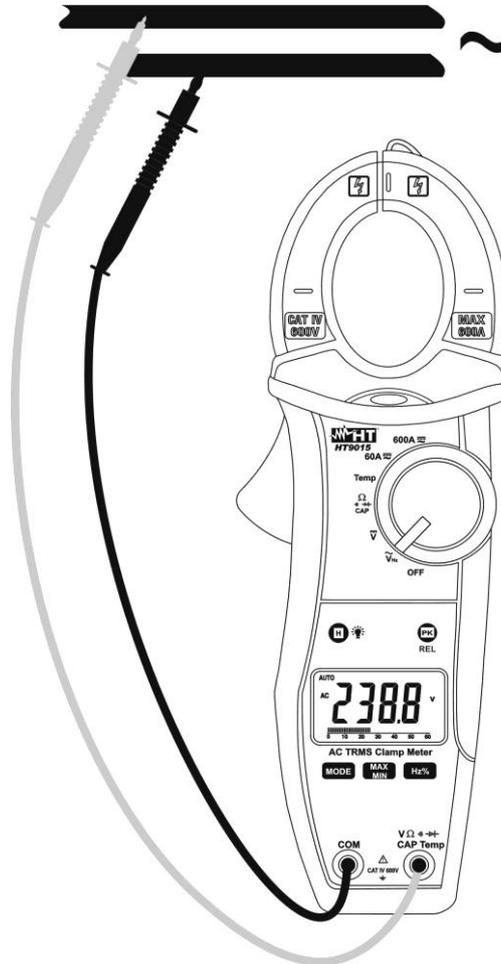

Fig. 3: Uso da pinça para a medição de Tensões CA
3. Inserir o cabo vermelho no terminal de entrada $V\Omega\cdot\text{Hz}\rightarrow\text{CAPHz\%Temp}$ e o cabo preto no terminal de entrada **COM** (Fig. 3)